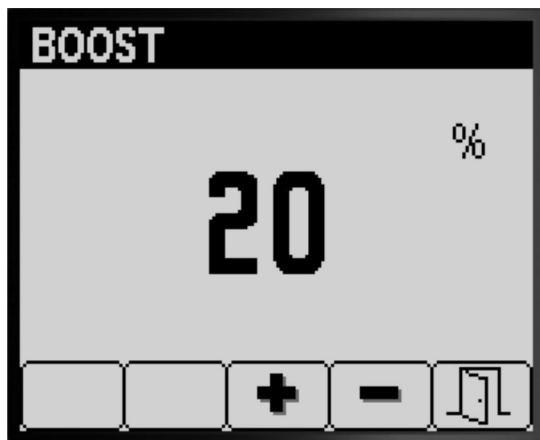

Figura 9
2. Pulse el botón 4 para seleccionar la opción Aumento (%) (Figura 9).
3. Pulse el botón 3 o 4 para aumentar o reducir el porcentaje de aumento (Figura 9).